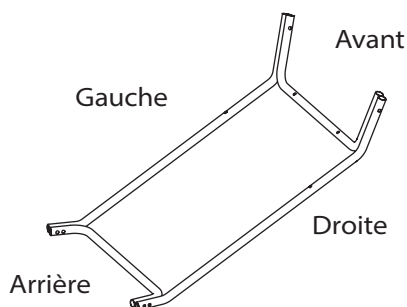

Figure 1
1. Assemblez les quatre montants du pare-soleil (articles n° 7 à n° 10) comme indiqué sur la Figure 1.
2. Placez un boulon de carrosserie de 2,5 po (article n° 2) dans l'un des trous à chaque coin comme indiqué à la Figure 1. Puis, vissez un écrou (article n° 4) à chaque boulon. Ne serrez pas complètement les boulons de carrosserie avant d'avoir assemblé les supports de la structure (voir l'étape suivante).